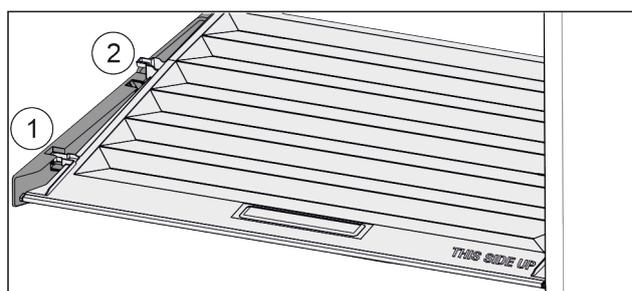

Fig. 74
- ▶ Tirare in avanti il coperchio fino all'apertura nei fermi Fig. 74 (1).
- ▶ Sollevare posteriormente dal basso e togliere verso l'alto Fig. 74 (2).